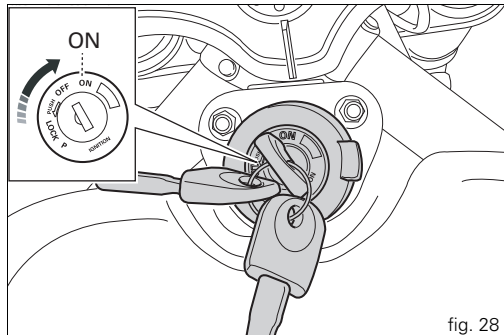

fig. 28
- 1) Tourner le contacteur d'allumage sur la position **ON** (fig. 28). Vérifier que le témoin vert **N** et le témoin rouge  sur le tableau de bord sont allumés.